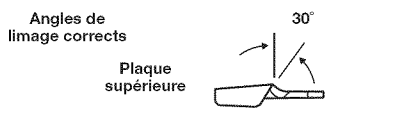

Fig. 44
- **CORRECT (30°)** – Les porte-limes sont munis de repères pour aligner correctement la lime et produire l'angle parfait pour la plaque supérieure (Fig. 44).
- **CORRECT (80°)** – Cela se produit automatiquement lorsque le diamètre correct de lime est utilisé dans le porte-lime (Fig. 44).